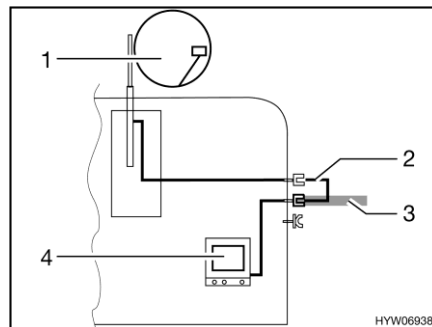

Bild 131 TV i fordonet
- TV i fordonet (Bild 131,4): Anslutning till takantenn (Bild 131,1) med anslutningskabel (Bild 131,2)
- TV i fordonet (Bild 131,4): Anslutning till extern antenn (Bild 131,3)